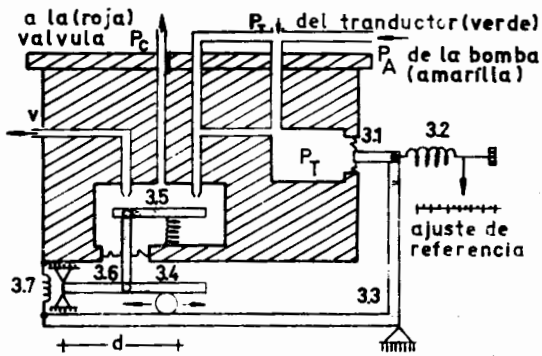

FIGURA V-4.
4.- Regulador (1-1), opera como unidad de comparación y amplificador neumático. La Figura V-4 muestra su principio de operación.